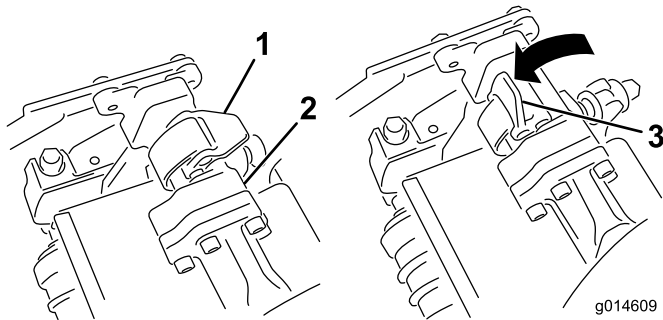
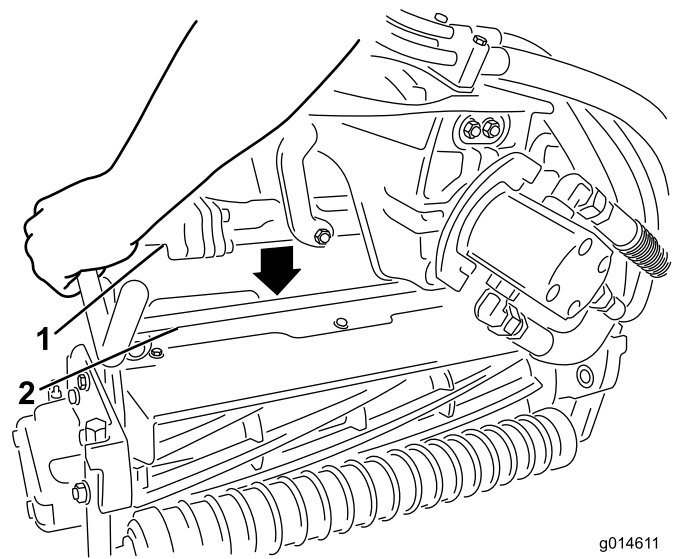

图11
图12
5. 当悬挂臂杆上的闩锁指向上方（即打开）时（图11），向下压悬挂臂，使悬挂臂杆与滚刀组顶部的横杆相契合（图12）。
6. 向下并绕着滚刀组横杆关闭闩锁，将它们锁定到位（图11）。